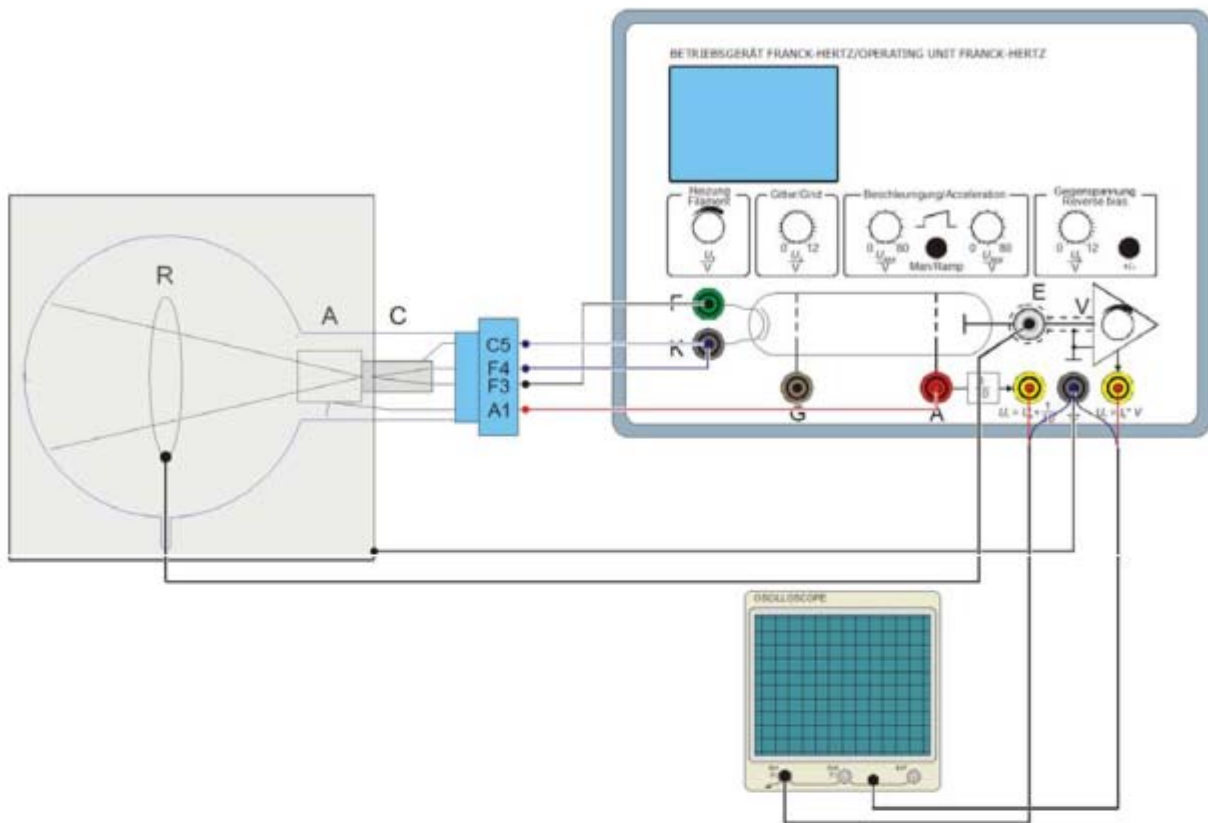

Fig. 3 Montage expérimental du tube à potentiel critique
- Reliez le raccordement F3 du support de tube à la sortie F de l'appareil d'exploitation, le raccordement C5 à la sortie K (les raccordements C5 et F4 sont connectés ensemble à l'intérieur du tube) et A1 à la sortie A (voir fig. 3).